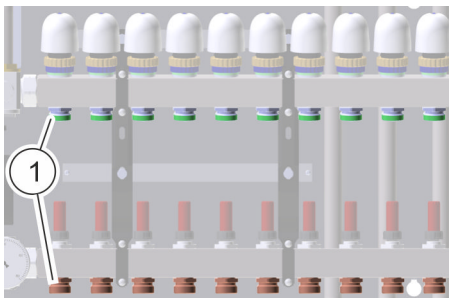

Abb. 95: Gewinde Heizungsverteiler
5. ➤ Gewinde der Leitungen der Fußbodenheizung (Abb. 95/1) lösen.